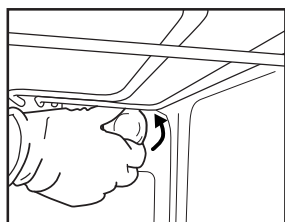
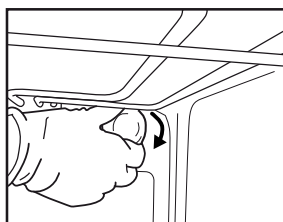

Fig. 6
Fig. 7
2. Dévissez le couvercle de l'ampoule (Fig. 6), remplacez l'ampoule par une neuve (consultez la « Remarque » pour en connaître le type), puis revissez le couvercle de l'ampoule (Fig. 7).